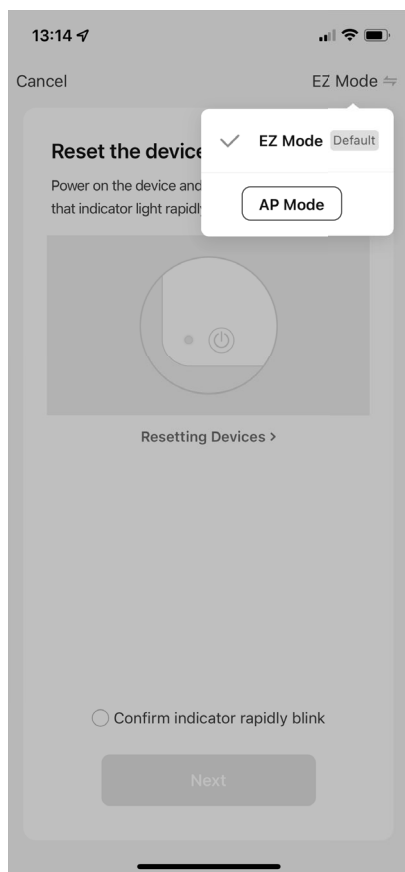
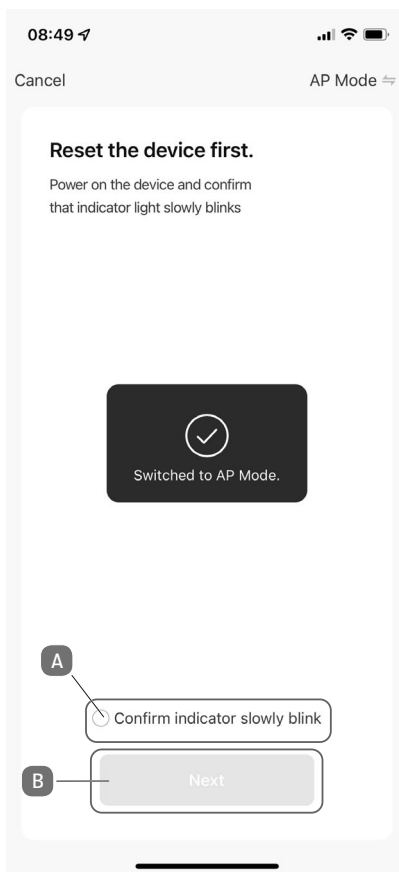

Fig. 5
Fig. 6
- Dans la fenêtre de sélection, sélectionnez le MODE AP (**voir fig. 5**). Une confirmation indiquant que le mode AP a bien été sélectionné s'affiche (**voir fig. 6**).
- Cochez la case d'option ÉTAPE SUIVANTE (A) et appuyez ensuite sur SUIVANT (B).